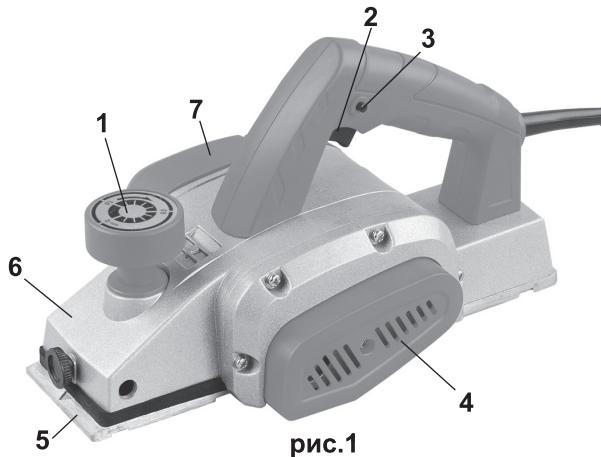

рис.1
1.6 Общий вид рубанка представлен на рис.1
1.8 Клавиша выключателя (рис.1 поз.3) расположена в нижней части рукоятки. Во избежание самопроизвольного включения инструмента, выключатель снабжён блокировкой клавиши (кнопка блокировки, рис.1 поз.4, расположена на левой части рукоятки). Включение рубанка, осуществляется нажатием на клавишу выключателя указательным пальцем после нажатия и удержания кнопки блокировки большим пальцем. Рубанок отключается при отпускании клавиши выключателя, при этом кнопка блокировки (со щелчком) возвращается в исходное положение.
1.9 Ручкой-регулятором (рис.1 поз.1) регулируется глубина строгания. Поворотом рукоятки по часовой стрелке устанавливается глубина строгания.
- вращением ручки (рис.1 поз.1) установить необходимую глубину строгания. Максимальную глубину (1 мм) следует устанавливать для обработки дерева мягких пород и черновой (обдирочной) обработке. Для окончательной (чистовой) обработки, выставляется небольшая (около 0,5 мм) глубина строгания;